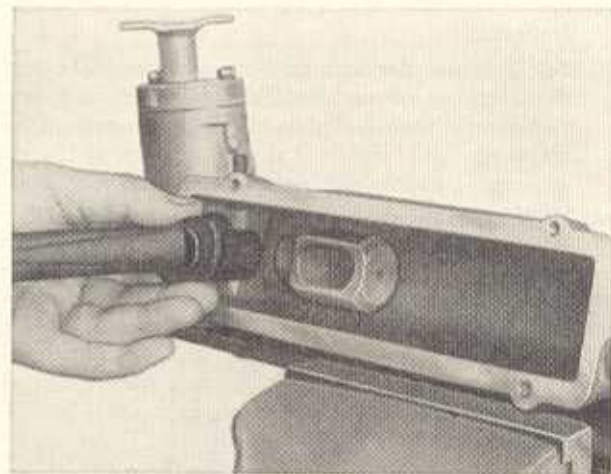

Bild F 28. Einsetzen des Gummipuffers
- Ritzellanschl. rechtsherum bis zum Anschlag drehen (beim Rechtslenker linksherum). Gummipuffer mit Talkum mit einem Hammerstiel in den Zahnstangenkopf eindrücken und den Mitnehmerbolzen in den Gummipuffer im Zahnstangenkopf eindrücken (nicht schlagen). Der Mitnehmer muß so eingesetzt werden, daß die Schubstangenbohrung im Lenkgetriebe im vollen Querschnitt freibleibt (Bild F 28).